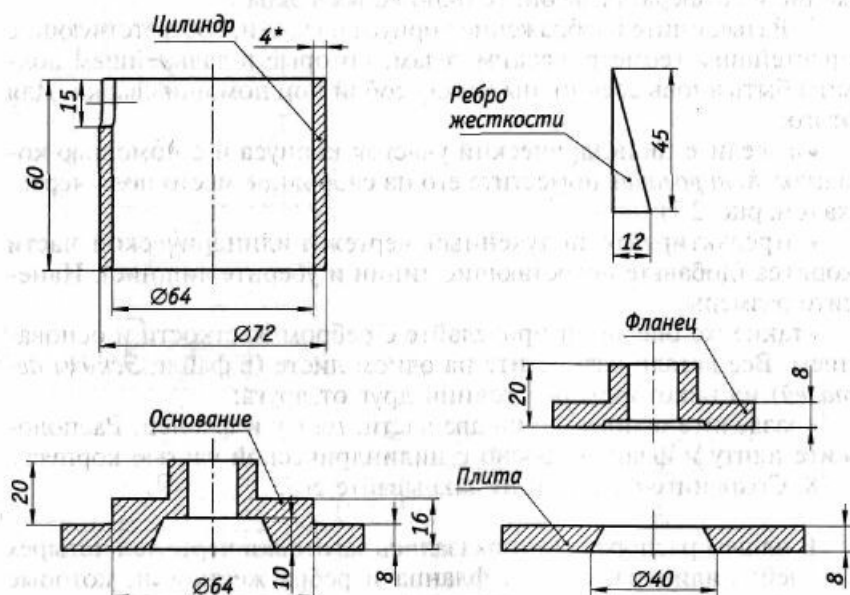
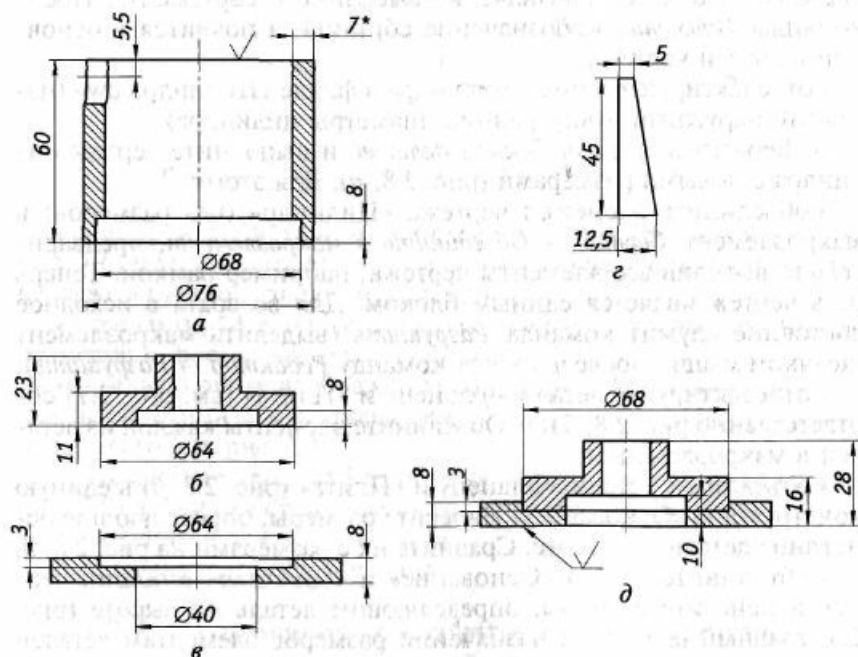
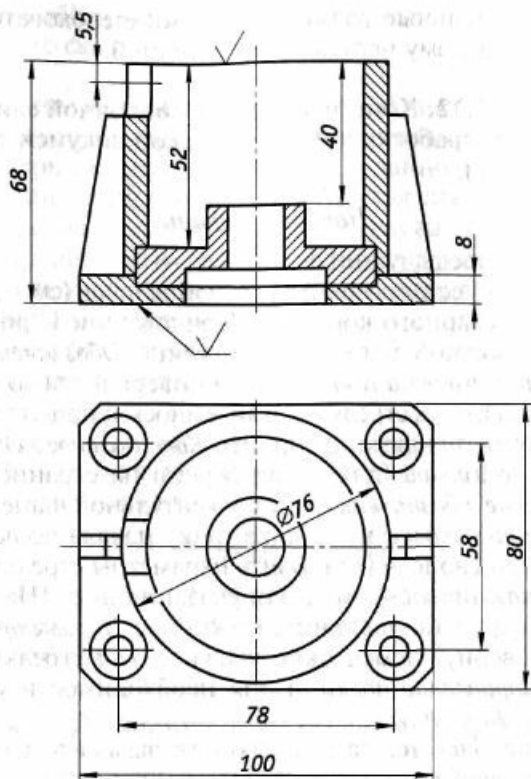

Рис. 2.7. Разъединение литейной конструкции на простые составные детали
Рис. 2.8. Компоненты сборочной единицы «Корпус сварной»:
Рис. 2.9. Эскиз неразъемной сборочной единицы
Упражнение 2.10. Конструирование сборочной единицы «Корпус сварной» («разъединение» корпуса на простые геометрические тела (рис. 2.7)).
- выделите цилиндрический участок корпуса и с помощью команды *Копирование* поместите его на свободное место поля чертежа (см. рис. 2.7);
Упражнение 2.11. Конструирование сборочной единицы «Корпус сварной» (разработка конструкции сварного корпуса) (рис. 2.8).
2. В файле «Эскизы деталей» выделите изображение детали «Цилиндр» (см. рис. 2.7) и через буфер обмена переместите его в только что созданный файл «Цилиндр.cdw».
3. Вернитесь в файл *Эскизы деталей* и выполните чертеж цилиндра с новыми размерами (рис. 2.8, а). Для этого:
- отредактируйте детали «Фланец» и «Плита» (см. рис. 2.7) соответственно рис. 2.8, б и в. Объедините элементы каждой из деталей в макроэлементы;
- объедините детали «Фланец» и «Плита» (рис. 2.8, д) в единую конструкцию «Основание». Нанесите размеры, определяющие основание детали по высоте. Сравните их с размерами на рис. 2.8, д;
- объедините детали «Основание» и «Цилиндр» в общий чертеж и нанесите размеры, определяющие деталь по высоте (рис. 2.9, главный вид). При назначении размеров элементам деталей необходимо постоянно учитывать исходные размеры детали-прототипа, стремясь к тому, чтобы разница в размерах между конструируемым изделием и прототипом была минимальной;
- скопируйте в исходном чертеже вид сверху без размеров (см. рис. 2.6) и установите его в проекционной связи с разработанным чертежом главного вида (см. рис. 2.9);
- отредактируйте изображение ребра (рис. 2.8, г) и все его элементы объедините в макроэлемент. Установите изображение ребра на место (см. рис. 2.9).
4. Поместите через буфер обмена эскиз сварного корпуса (см. рис. 2.9) в файл «Корпус сварной», предварительно убрав из него все имеющиеся там изображения.